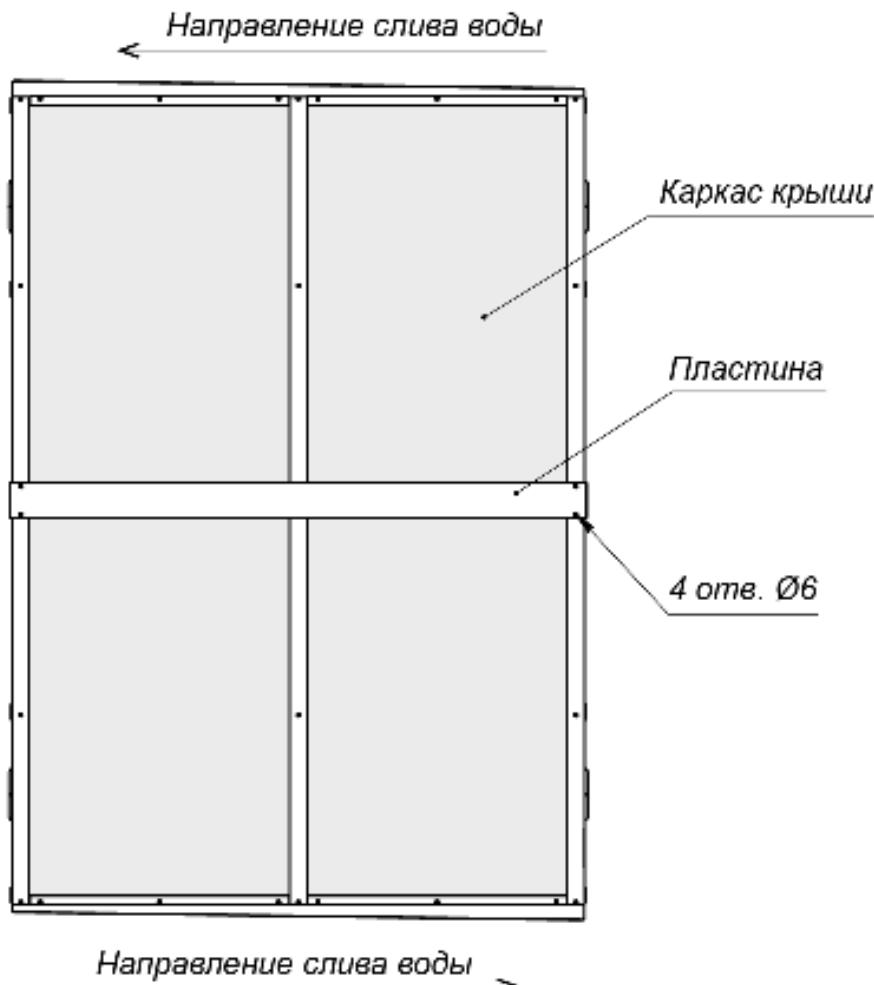

Рисунок 5. Вид сверху соединенных полукаркасов (1) и (2) с установленной пластиной стыковочной (5)
14. Установите в рабочее положение пластины стыковочную, зафиксировав ее саморезами 4,2×16 (4 шт.), (см. рис. 5).